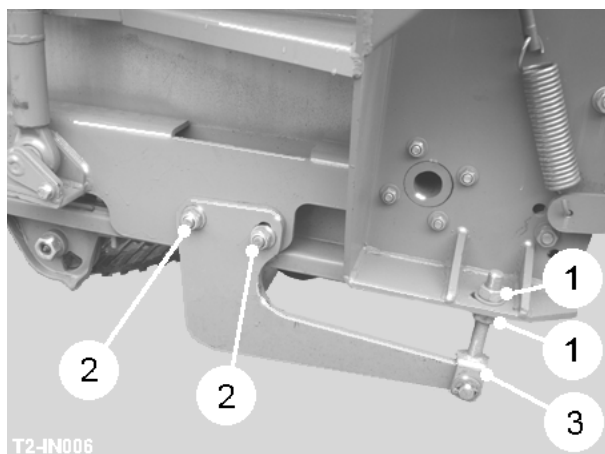

Fig 6
Ajuster l'angle des parts défait le locknuts (item 1, fig 6) sur les deux côtés de la machine, ralentissez l'installation verrouille (item 2, fig 6) et ajusteur de la ré-place (item 3, fig 6). Assurez les deux côtés sont ajustés également en mesurant au-dessus de la pointe des parts externes au pont du support du disque. Les points de la part devraient être gardés aussi haut que whilst praticable qui maintient encore la profondeur du creusement adéquate. Baisser les points aidera la pénétration mais peut augmenter risques de dégât de la récolte. Si le sol a été cultivé suffisamment ce ne devrait pas être nécessaire. Si le ton est trop escarpé (les points ont baissé) il peut augmenter grandement le chargement ou 'démolir' effet sur le cadre de la part, surtout quand en conditions dures ou dures. Régulièrement vérifiez le cadre de la part (surtout en conditions mouillées) pour intensification du sol comme un coussinet de sol à ce point créera un effet du freinage considérable sur le tissu de l'excavateur. Assurez que le cadre de la part n'est pas en le contact avec le tissu défend à ce point.